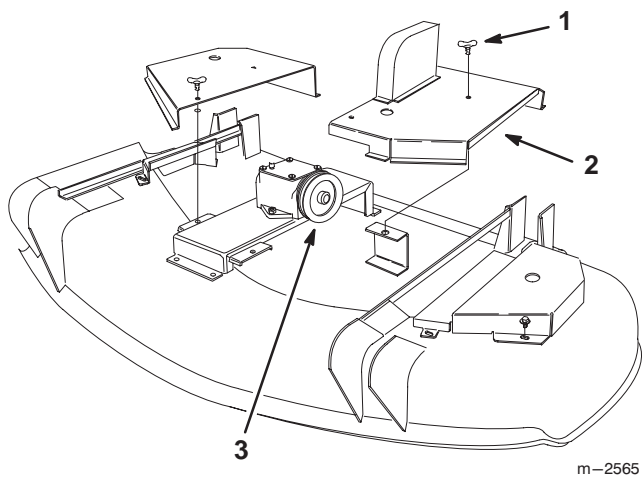

Bild 27
1. Drehen Sie die beiden Flügelbolzen auf der Mitte der linken Schneidwerkabdeckung um 1/4 Umdrehung entgegen dem Uhrzeigersinn. Entfernen Sie die linke mittlere Schneidwerkabdeckung, um die Getriebeeingangs-Riemenscheibe freizulegen (Bild 27).
4. Bringen Sie die linke mittlere Schneidwerkabdeckung wieder an und drehen dann die beiden Flügelbolzen um eine viertel Umdrehung im Uhrzeigersinn, um die Abdeckung am Schneidwerk abzusichern (Bild 27).